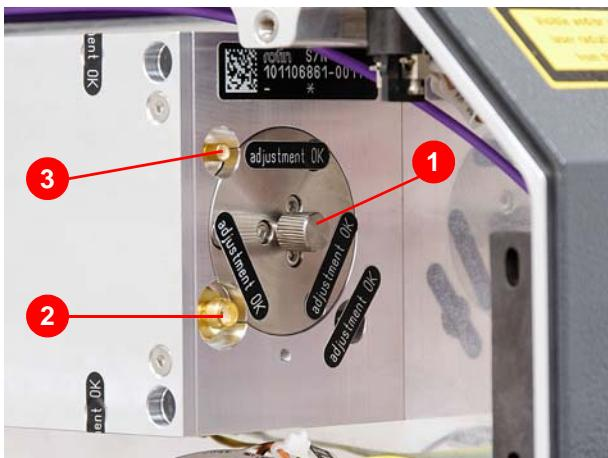

Abbildung 7.30 Resonatormodul abklemmen
3. Staubschutzkappen auf die Glasfaser(n) und die Anschlüsse am Resonatormodul (1) (Abbildung 7.30) anbringen.
4. SMA-Stecker HF-Leitung (2) (Abbildung 7.30) und SMB-Stecker Q-Switch Interlock-Leitung (3) abklemmen.